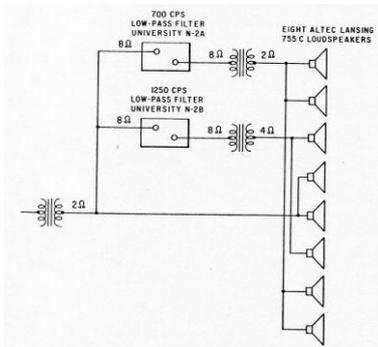
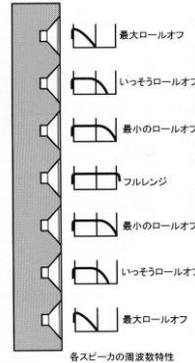

図 6
図 8
- 図 6 は外側のユニット群、内側のユニット群にフィルターをかけて干渉を防ごうとしています。かつオートトランスを使ってユニットを組み合わせたグループのインピーダンスを合わせて、波面の位相を整合しています。
- 図 8 は図 6 と同じで高域の干渉を起しやすい外側のユニットをハイカットしています。